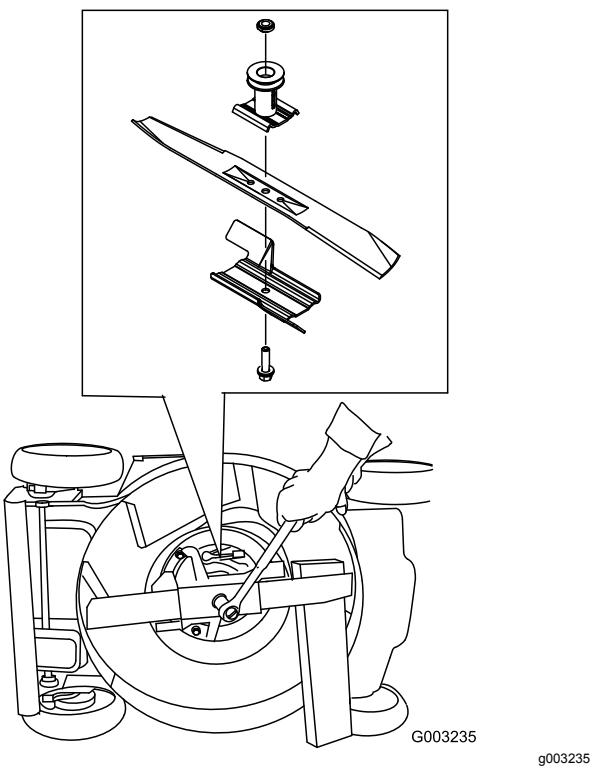

Figura 44
- Usate un blocco di legno per tenere ferma la lama (Figura 44).